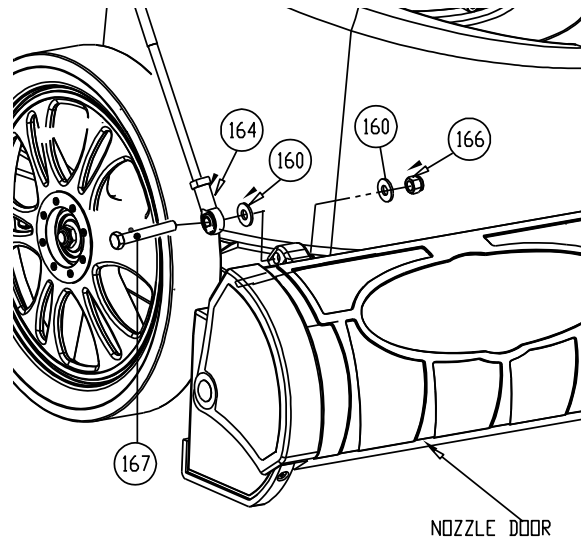

Fig. 4
5. Fissare l'estremità dell'asta (elemento 164) all'asta dello sportello della bocca di aspirazione e fissare in posizione serrando il controdado. (v. Fig. 4, pagina successiva)
8. Fissare l'asta dello sportello della bocca di aspirazione alla leva, con lo sportello della bocca di aspirazione e la leva in posizione nel kit del tubo flessibile. **NOTA:** controllare che lo sportello della bocca di aspirazione si apra e si chiuda fino in fondo (v. pagina 15). Per regolare, serrare o allentare l'estremità dell'asta (elemento 164). (v. Fig. 4 e 5 pagina successiva).